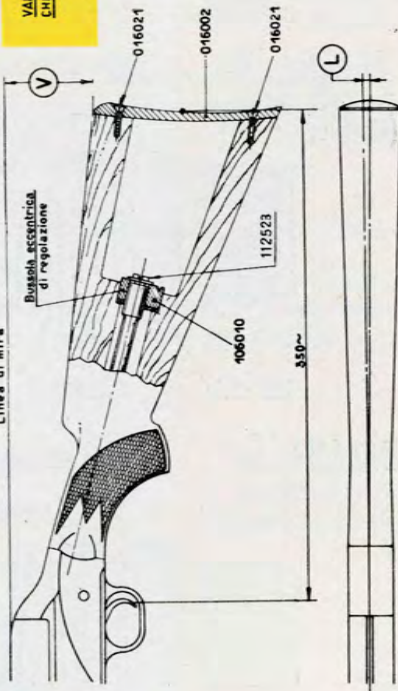

Fig. 6
Nel caso che l'orientamento del calcio non sia quello desiderato, si può procedere alla sua variazione nel modo seguente (vedi fig. 6): si smonti il calciolo 016002. svi-
tando le due viti a legno 016021, quindi mediante una normale chiave a tubo da mm. 14, si allenti il tappo del guidamolla 112523 e successivamente si innesti un cacciavite nel taglio della ghiera eccentrica 106010 facendola ruotare finchè il calcio verrà ad assumere le pieghe volute. Per eseguire questa manovra più facilmente, tenere presente le diverse posizioni base di rotazione della fig. 6 che corrispondono alle varie pieghe.
6.7.1. Se si vuole eseguire questa operazione, sarà conveniente prima di iniziare lo smontaggio del fucile, controllare accuratamente le pieghe del calcio usando i noti sistemi che ogni cacciatore conosce, e rappresentati sulla fig. 6, in modo che dette pieghe possano poi essere nuovamente realizzate quando si effettuerà il rimontaggio dell'arma.
Se nello smontaggio si sarà eseguita l'operazione straordinaria di aver tolto il calcio, si comincia col rimontare il calcio stesso facendo prima attenzione che la rondella dentata 111008 sia nella sua esatta posizione sul castello, successivamente dopo aver innestato il calcio sul tubo guidamolla si giri la bussola eccentrica 106010 (vedi fig. 6) come prescritto nella figura stessa in modo da ottenere le pieghe del calcio primitive annotate allo smontaggio.